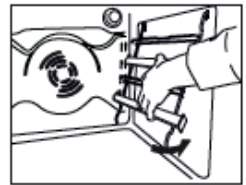

Abb. 4
4. Befestigen Sie die Einhängegitter wieder im Backofeninnenraum (Abb. 4).